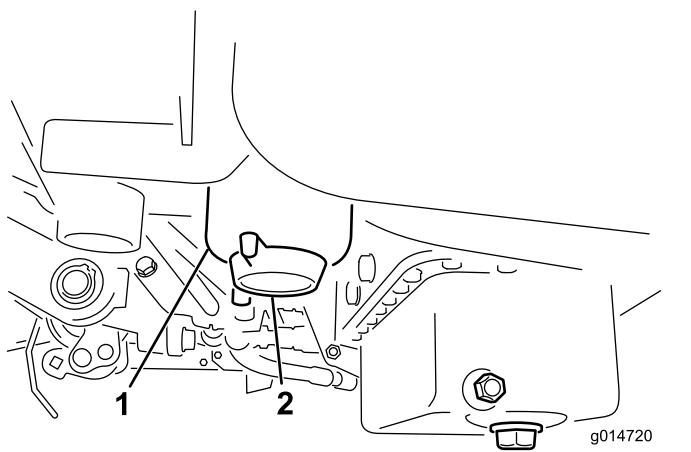

図 43
2. フィルタ容器(図43)の周辺をウェスできれいにぬぐう。
4. フィルタのドレンプラグを開く図43。